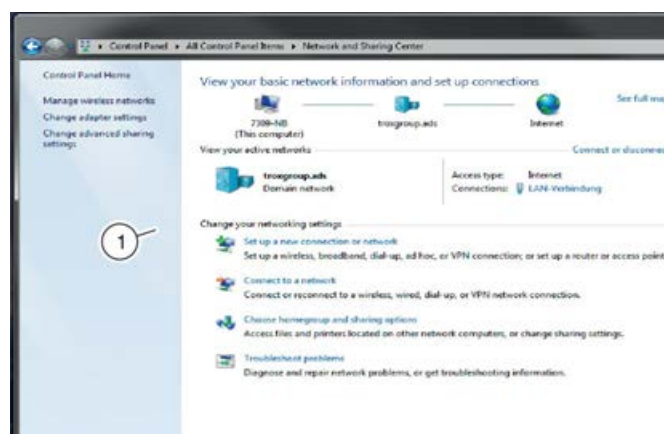

Fig. 39: Configurar una nueva conexión o red
2. ▶ Seleccione «Configurar una nueva conexión o red» (Fig. 39 /1).